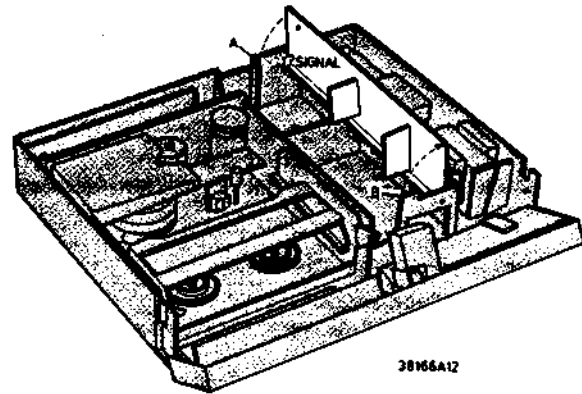

Fig. 2-5
2.5 Servicestellung von P306 (Signal), Bild 2-5